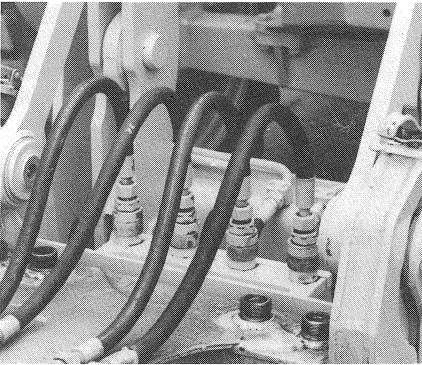

Bild 38
(1) Staubkappen von den Schnellkupplungen im Schaufelarm abnehmen.
(2) Staubschutzkappen von den Schnellkupplungen abnehmen. Schnellkupplungen der Schläuche mit den Schnellkupplungen im Schaufelarm verbinden (Bild 38). Auf Farbmarkierung achten.
(1) Remove dust caps from the rapid-action couplings in the shovel arm.
(2) Remove dust protecting caps from the rapid-action couplings. Connect rapid-actions couplings of the hoses with the rapid-action couplings in the shovel arm (Fig. 38). Pay attention to colour marking.
(1) Enlever les chapeaux antipoussières des accouplements rapides du bras.
(2) Enlever les chapeaux antipoussières des accouplements rapides. Raccorder les accouplements rapides des tuyaux souples aux accouplements rapides du bras (fig. 38). Faire attention aux marquages colorés.